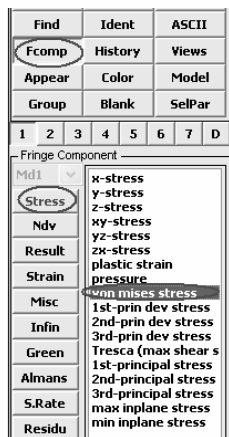

图 5-35 显示应力的操作
(5) 如图 5-35 所示, 用鼠标左键单击“Fcomp”, 再单击“Stress”, 再单击“von mises stress”, 然后单击视频播放按钮 (见图 5-36) 观看应力波传播过程 (见图 5-37)。